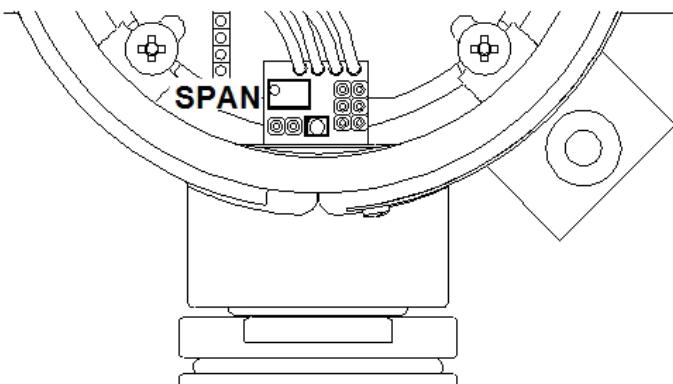

Рис. 8: Расположение резистора SPAN на датчике токсичных газов.
- Настроить резистор SPAN (Рис. 8), пока на вольтметре не появится значение напряжения равное тому, которое получено из расчета по формуле. Если с первого раза не удалось провести калибровку, оставьте прибор на 10 минут на чистом воздухе, и затем повторите процедуру.